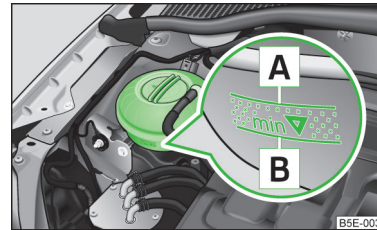

Abb. 184
Zum Nachfüllen nur das Frostschutzmittel verwenden, dessen Bezeichnung auf dem Kühlmittelausgleichsbehälter aufgeführt ist » Abb. 184 auf Seite 219.
- Das Kühlmittel nicht über die Markierung **A** auffüllen » Abb. 184 auf Seite 219.
- Den Kühlmittelstand am Kühlmittelausgleichsbehälter prüfen » Abb. 184.